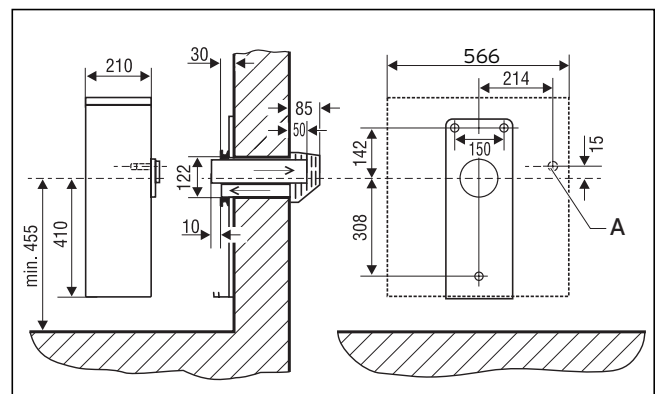

Abb. 4.2 Mauerquerschnitt mit normaler Windschutzeinrichtung
- Zunächst den Mauerdurchbruch mit einem Durchmesser von 125 mm in einer Höhe von mindestens 455 mm (siehe Abb. 4.2) und einem Gefälle von 1 - 2 % nach außen vorbereiten.